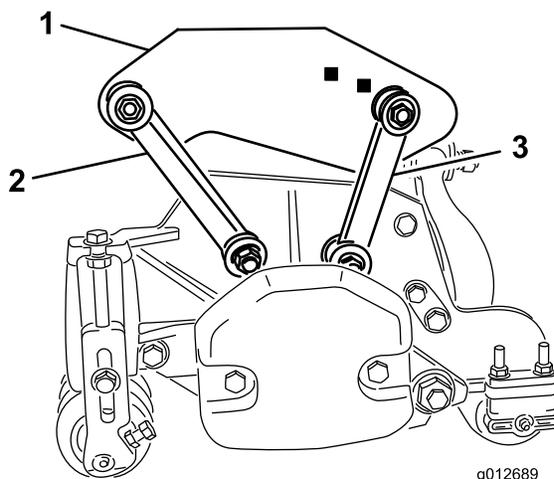

Figura 19
- Sujete los acoplamientos de montaje delanteros a los taladros de los bastidores de tiro con un perno (3/8 x 2-1/4 pulgadas), 2 arandelas planas y una contratuerca, según se muestra en Figura 19. Coloque una arandela en cada lado del acoplamiento al montarlo. Apriete las fijaciones a 42 N m.
- Sujete los acoplamientos de montaje traseros a los taladros traseros de los bastidores de tiro con un perno (3/8 x 2-1/4 pulgadas), 2 arandelas planas y una contratuerca, según se muestra en Figura 19. Coloque una arandela en cada lado del acoplamiento al montarlo. Apriete las fijaciones a 42 N m.